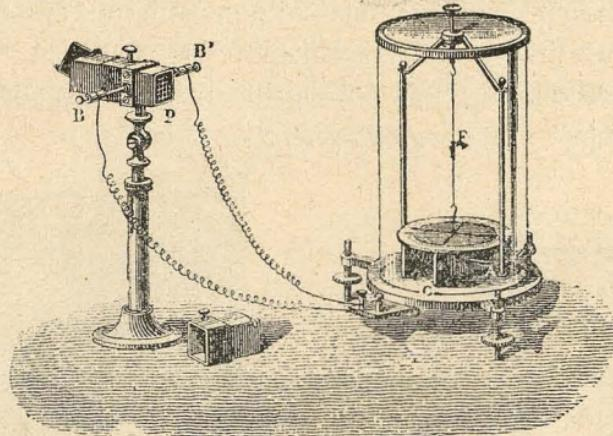

Fig. 209.—Pila de Melloni.
18. **Pila de Melloni.**—La *pila de Melloni* (fig. 209) está compuesta de muchas láminas pequeñas de antimonio y de bismuto, puestas alternativamente, soldadas por sus extremidades y vueltas sobre sí de modo que las soldaduras de orden impar estén á un lado y las soldaduras de orden par al otro lado, formando un prisma el conjunto. Las extremidades de la pila rematan en dos topes *B* y *B'* que son los dos polos de la pila.